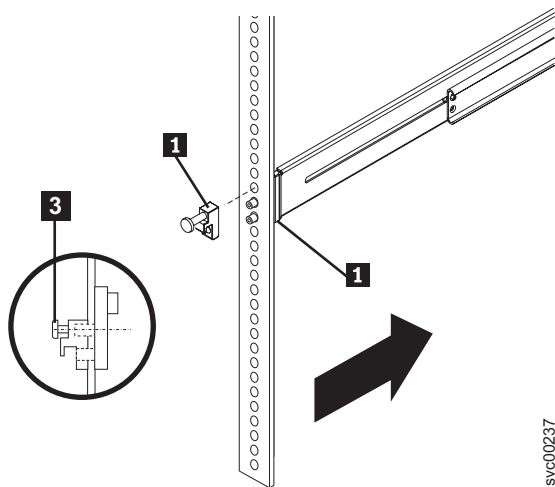

図 44. スライド・レール前面からのラッチ受け座の取り外し
1. 左側背面の取り付け用フランジから、75 ページの図 44 に示すように、拘束ねじ **3** およびラッチ受け座 **1** を緩めて外し、スライド・レール **2** を解放します。同じ方法で、右側背面の取り付け用フランジから拘束ねじを緩めて外し、もう一方のスライド・レールを解放します。